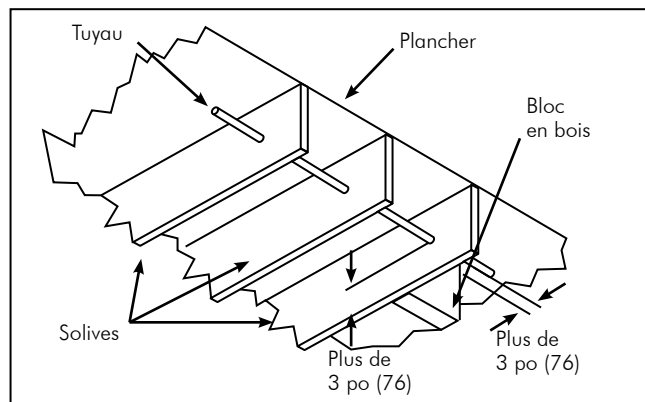

FIG. 4-16 Aucun dispositif de protection requis pour un tuyau qui traverse des solives à plus de 3 po d'une surface de clouage potentielle
- C. Lorsque le tuyau est supporté à plus de 3 po (76) de tout bord extérieur d'un montant, d'une solive, d'une plaque, etc. ou de la surface d'un mur (voir la **FIG 4-16**)
- D. Lorsqu'un tuyau non immobilisé peut être déplacé d'au moins 3 po (76) par rapport à la direction de la pénétration potentielle.